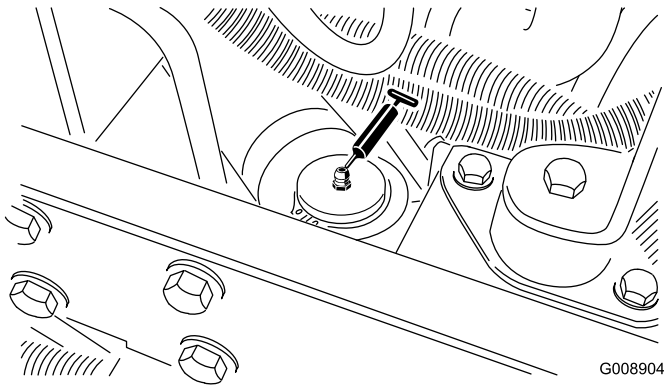

Figura 39
- Cilindro de dirección (Figura 39).